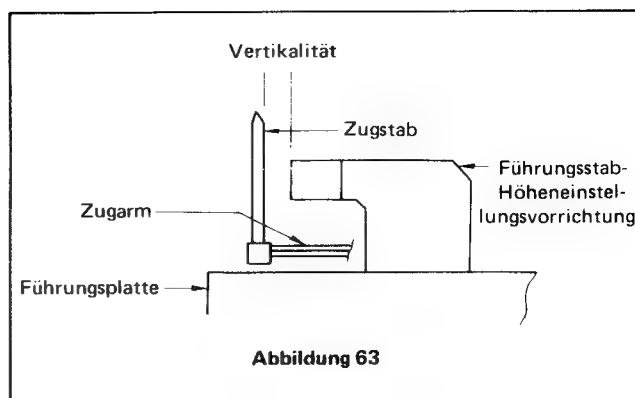

Abbildung 63
2. Eine Führungsstab-Höheneinstellungsrichtung gemäß der Abbildung 63 in das Gerät einsetzen.